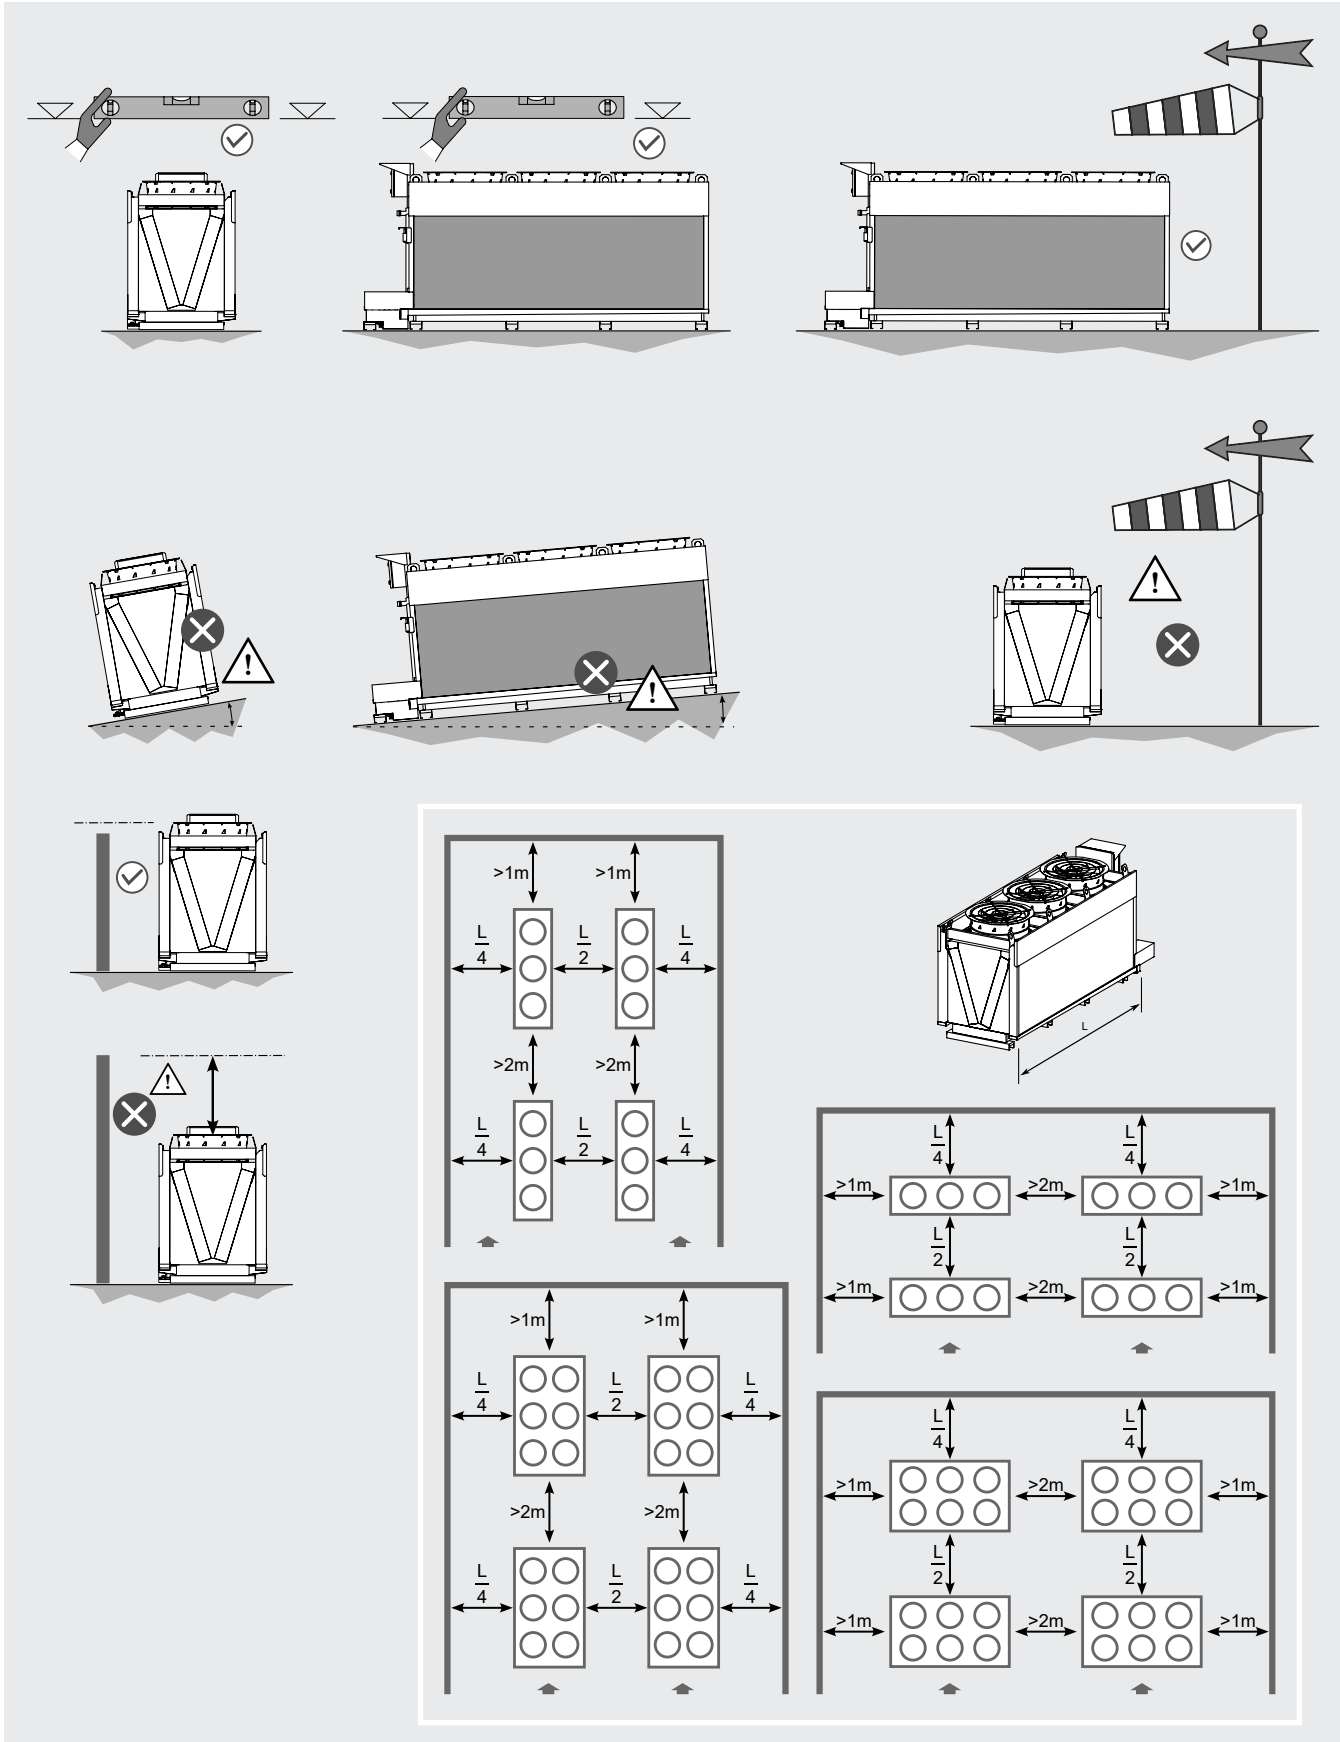

Figura 9
- 6.6 Disponer un espacio adecuado para la circulación del aire y para el mantenimiento. Evite dirigir el flujo de aire contra superficies reflectantes o que aumenten el nivel de ruido. El espacio mínimo entre los modelos se puede reducir en función de la altura de colocación con el uso de patas especiales de elevación o de una plataforma de apoyo. Para un funcionamiento óptimo, coloque el modelo ortogonalmente a la dirección de los vientos dominantes. Para instalaciones diferentes de las indicadas comunicarse con Modine. El modelo debe instalarse sobre una superficie plana perfectamente horizontal que pueda soportar el peso del modelo. Ver la Figura 9.